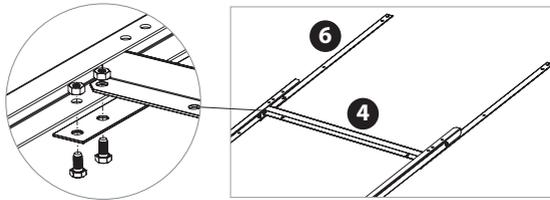

Figura 2.13
- 2 Posizionare le barre orizzontali 4 sulle barre superiori per formare il telaio (Figura 2.13). Avvitare i tiranti 6 (che verranno utilizzati per fissare la base alle tegole) alla parte inferiore. (Figura 2.13).